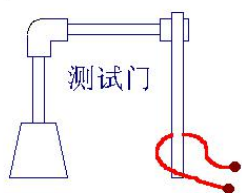
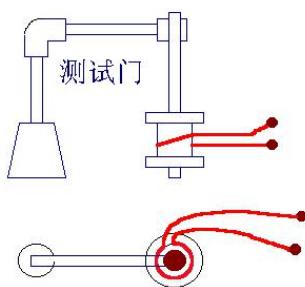

图 9-1
图 9-2
9. 2、如图 9-1、图 9-2（导线已穿过测试门）所示为一圈。